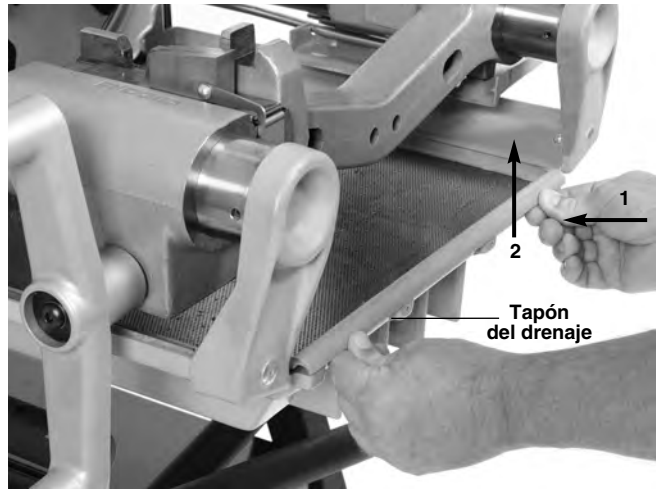

Figura 29 – Extracción del conjunto de bandeja
Para quitar el conjunto de bandeja, empujelo hacia el mandril delantero (1) y levántelo (2) (vea la Figura 29).